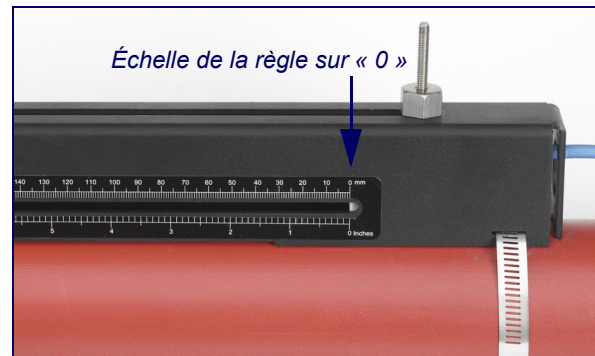

Figure 2.11
6. Faire glisser doucement l'assemblage du transducteur en aval le long du rail de guidage jusqu'à ce que la face interne du transducteur soit alignée avec la marque « 0 » de la règle (Figure 2.11).